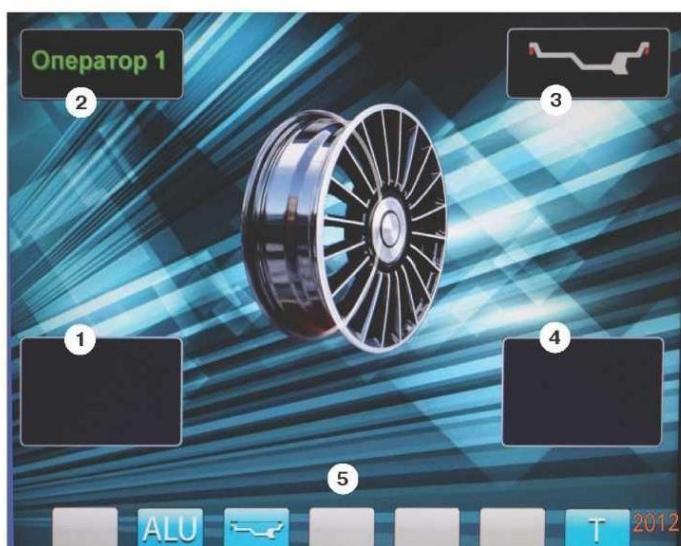

рис.8.2.
8.3. После включения питания СБ на экране монитора отображается фирменная заставка, которая через несколько секунд сменяется отображением экрана основного рабочего режима (рис. 8.2).
Для выбора схем расположения грузов в программах «ALU1-ALU5» необходимо, находясь в режиме основного рабочего экрана, нажать кнопку «ALU», при этом открывается окно схем установки грузов, отмеченные номерами рис. 11.3. Если после введения размеров колеса установился экран ввода геометрических параметров, необходимо перейти в экран основного рабочего режима нажатием кнопки «STOP». Для выбора нужной схемы нажмите кнопку верхнего ряда клавиатуры с соответствующим номером. Выбранная схема установки грузов отображается в окне 3 экрана основного рабочего режима (рис. 8.2).
12.2. При включении СБ программа измерения дисбаланса настраивается таким образом, что дисбаланс менее 5г (заводская установка) на любой плоскости коррекции не показывается, в этом случае в окнах 1 и 4 (рис. 8.2)
12.3.4. Для проверки результатов балансировки снова запустите СБ. Если колесо отбалансировано правильно, на индикаторах 1 и 4 (рис. 8.2.) отображаются символы «OK».